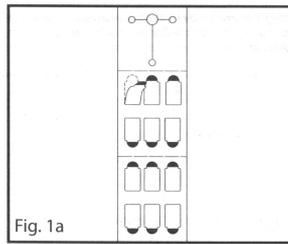

Fig. 1a
- Siehe Abb. 1a. Ziehen Sie die Klebstreifen von der Folie ab, und bringen Sie jeweils einen Klebstreifen über dem Fenster in den Sensorpads an (Sender und Photodetektor). Achten Sie darauf, die Klebefläche vor dem Anbringen auf den Sensorpads nicht zu berühren.